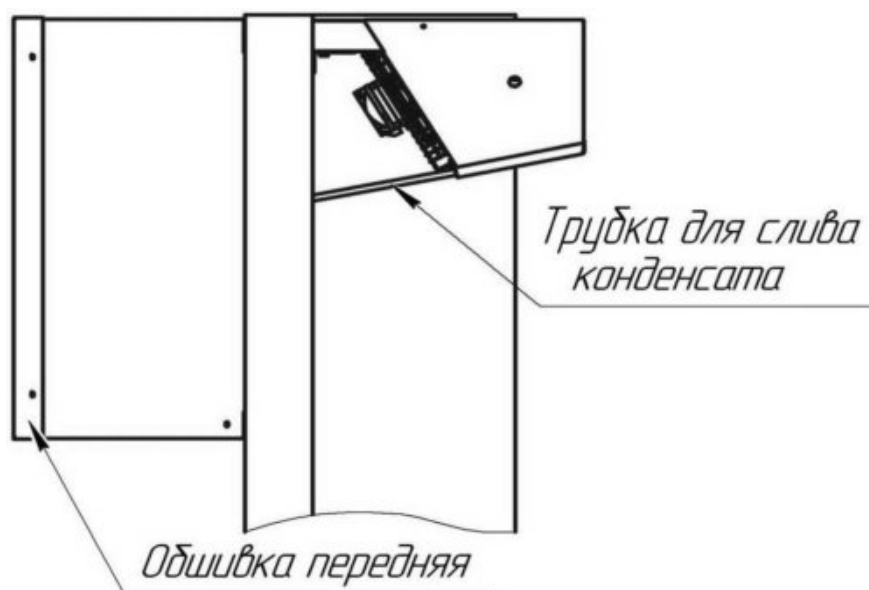

Рис.3. Установка сливной трубки.
5.5. Установку сливной трубки производить, предварительно сняв переднюю обшивку (см. рис.3). Один конец трубки вставить в патрубок поддона испарителя, другой – протянуть через отверстие камеры и опустить в ванну выпаривания конденсата. Внутри компрессорно-конденсаторной части трубку прокладывать, исключив её перегиб. Установить переднюю обшивку на место.